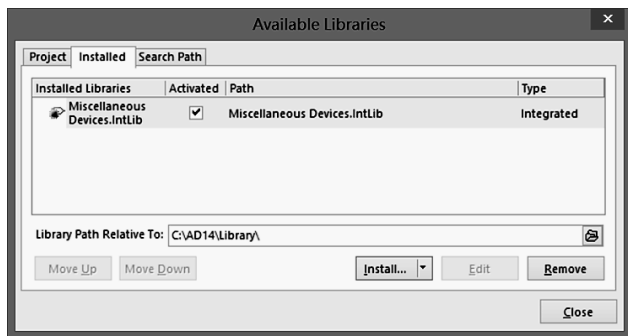

图 9-7-26 加载库后的当前库文件
(5) 单击【打开】按钮，选中的集成库被加载到库面板的库列表中。在库列表中选中该库使之成为当前库，如图 9-7-26 所示。